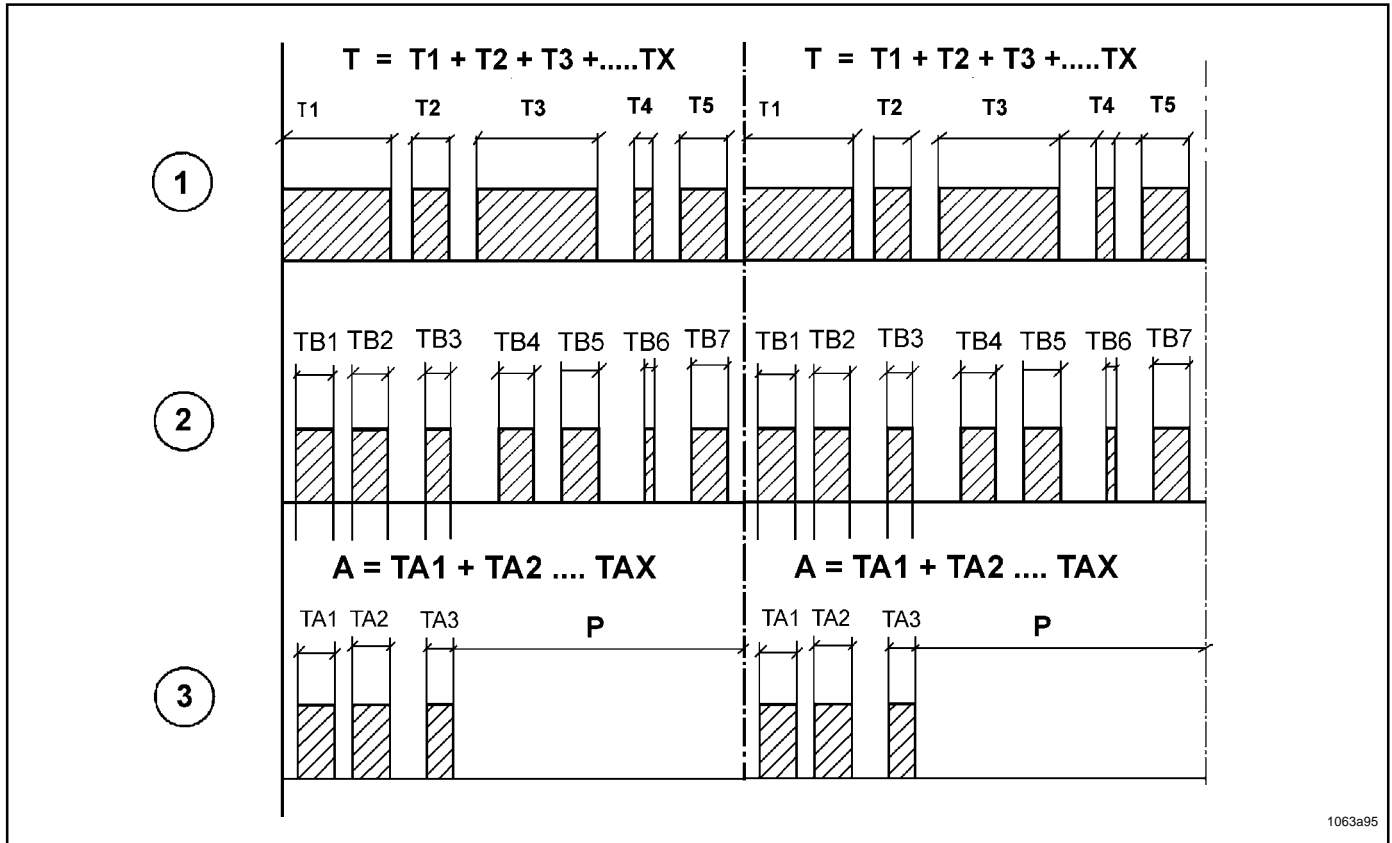

Fig. 16 – Diagramme des temps
- Pendant le temps de disponibilité T (Fig. 16) s'écoule d'abord le temps de travail (A), c'est-à-dire que le système QLS 321 est prêt à convertir les différents freinages (TB1 ...TBX) en cycles de graissage (TA1 ... TAX) jusqu'à expiration du temps de travail (A) réglé.
- La commande est conçue de manière à ce que le temps de travail (A) soit exécuté une fois au cours du temps de disponibilité réglé (T, temps de marche réel).
- Une fois que le temps de disponibilité (T) est écoulé, un nouveau cycle commence.
- Le temps de disponibilité (T) peut être modifié. Il est réglé sur le clavier à membrane. Il est possible de régler le temps de disponibilité entre **1 heure et 16 heures (de manière ascendante par pas de 1 heure)**.
- Le temps de travail (TA1, Fig. 16) commence au premier freinage (TB1 = TA1, etc.).
- Le dispositif électronique mémorise la durée de chaque freinage en en faisant la somme, jusqu'à ce que le temps de travail (A) réglé soit atteint.
- Après chaque freinage qui a lieu après cela (exemple : TB4), le temps de travail n'est plus sollicité jusqu'à ce que le temps de disponibilité (T) soit terminé et qu'il reparte à zéro.
- Le temps de travail (T) est réglable sur le clavier à membrane entre 1 à 32 minutes (augmentation par pas de 1 minute).